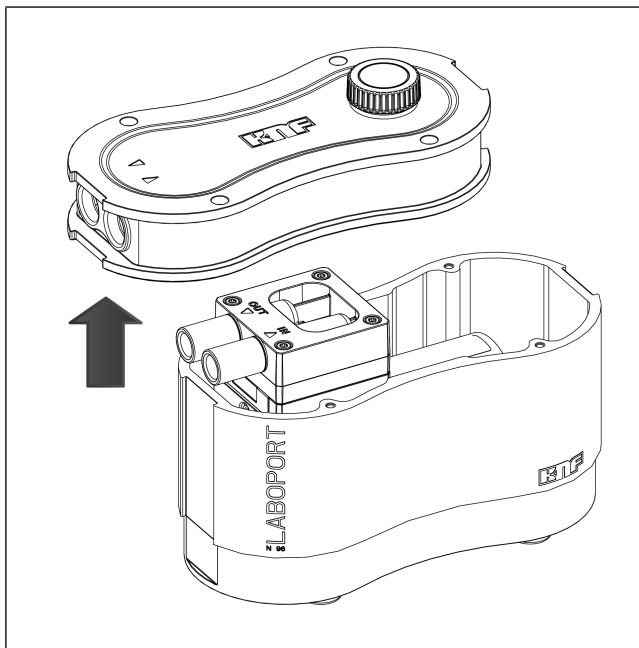

Fig.9: Retrait du couvercle du carter
3. Enlevez prudemment le couvercle du carter (2) et déposez-le à côté du carter de la pompe (3) (voir Fig. 9).
- i** En enlevant le couvercle du carter (2), veillez à ce qu'aucun effort de traction trop important ne s'exerce sur les câbles resp. que les câbles ne soient pas endommagés